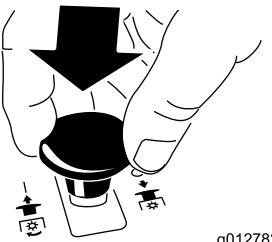

Figura 11
- Empuje el mando de control de las cuchillas (TDF) hacia abajo a la posición de Desengranado (Figura 11).